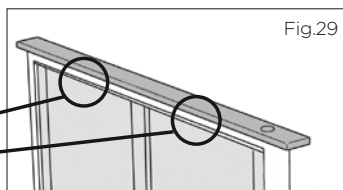

Fig.29
- Retirez les étiquettes, la vis et les pièces de fixation, comme indiqué dans la Fig.29. Ces pièces de fixation servent à maintenir en place les microrupteurs du filtre à graisses pendant le transport. Ils sont situés dans le haut de l'unité d'aspiration descendante, dans la partie centrale derrière chaque filtre à graisses.